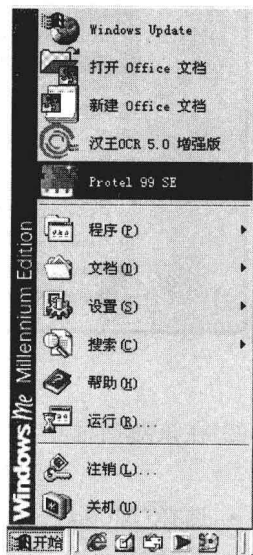

图 1-11 单击“开始”菜单的“Protel 99 SE”菜单项启动
(1) Protel 99 SE 的启动和关闭
① 启动方法有以下 3 种。
- 单击任务栏上的“开始”按钮,在弹出的“开始”菜单组中单击 Protel 99 SE 菜单项,如图 1-11 所示。